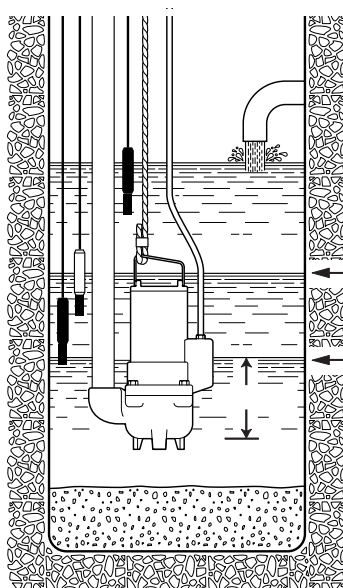
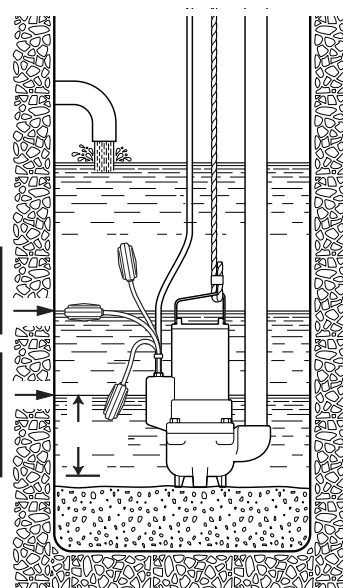

Abb. 3
Abb. 4
- beweglich, mit der Elektropumpe die am Boden des Abflussschachtes oder des Beckens (Abb.4) aufliegt, oder hängend mittels einem dafür geeigneten Seil oder Kette aus widerstandsfähigem Material, verankert am Handgriff oder Stützhaken (Abb. 3).